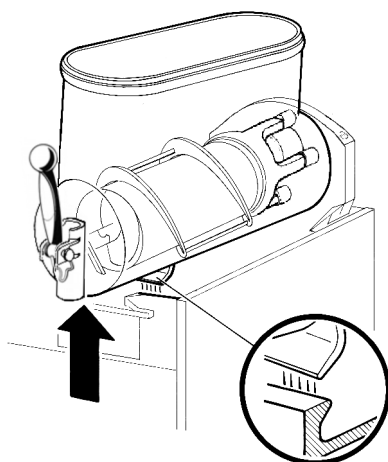
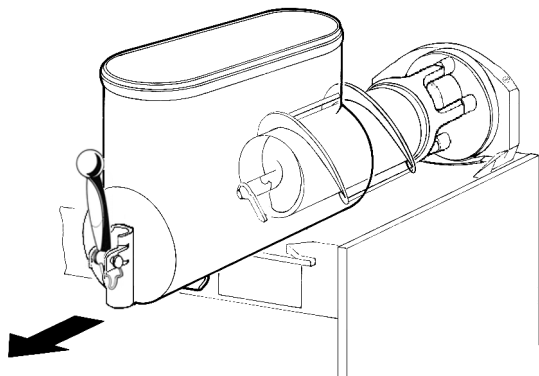

figura 7
figura 8
- 2 Desmontar el contenedor empujando ligeramente la parte inferior (lado grifo) hacia arriba para dejar libres los ganchos inferiores (ver figura 7) y luego quitarlo por adelante (ver figura 8).